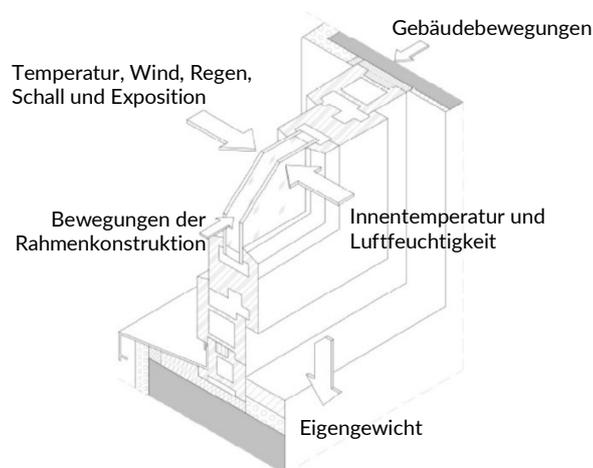

Abbildung 1 Auf das Fenster einwirkende Lasten
3. Sie übertragen die auf sie einwirkenden Lasten auf die Wände des Gebäudes, in dem sie sich befinden (Abb. 1)